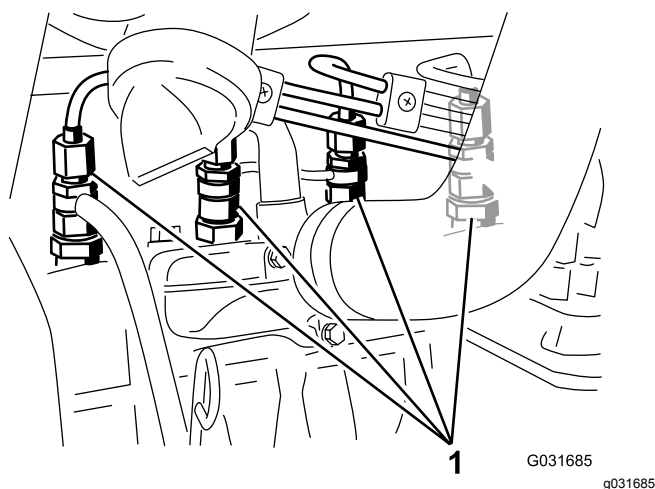

図 43
1. 燃料噴射ポンプの No.1インジェクタノズル 図 43 へのパイプ接続部をゆるめる。